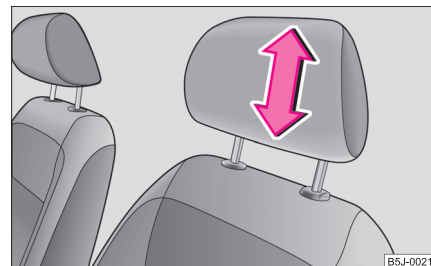

Fig. 46 Régler les appui-tête
- Saisissez l'appui-tête latéralement avec les deux mains et faites-le coulisser vers le haut ou le bas, droit par rapport aux tiges de guidage en métal, dans le sens de la flèche ⇒ fig. 46.